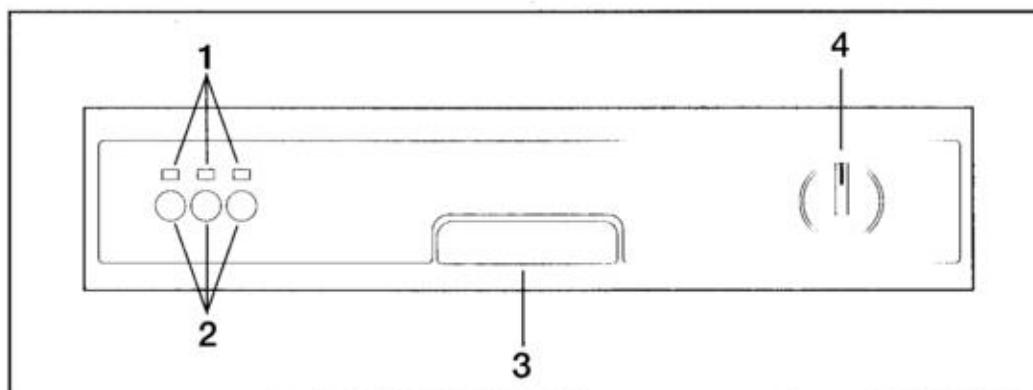

Fig. 18
A) Tourner le programmeur (Fig. 18) (dans le sens de aiguilles d'une montre) pour emener le n. du programme choisi en regard du repere du tableau de commandes.
B) Presser la touche marche/arrêt (Fig. 18), le voyant de controle de mise sous tension s'allume et la machine effectue automatiquement le programme affiché. A la fin du programme, votre vaisselle est sèche et prête à un nouvel emploi.
A la fin du cycle de lavage, le lave vaisselle s'arrête automatiquement et le voyant de mise sous tension (fig. 18) reste allumé. Pour l'éteindre enfoncer la touche (fig. 18). Pour l'ouvrir, couper l'alimentation en enfonçant la touche marche/arrêt (fig. 18).
## DESCRIPTION DU TABLEAU DE COMMANDES (fig. 18)